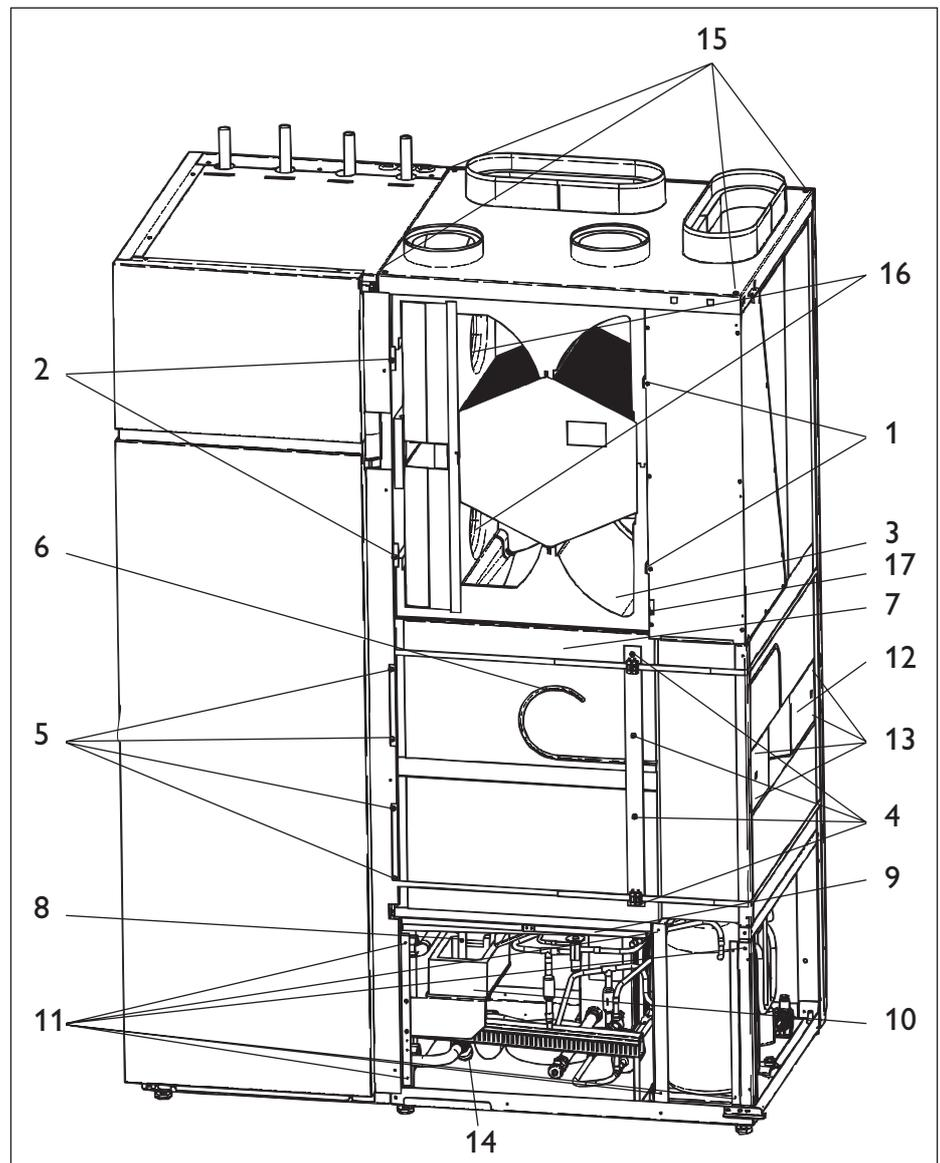

Abb. 18
Schneiden von Fliesen oder Sägen von Gipskartonplatten). Ist dies nicht der Fall, kann die Lüftung den Trocknungsprozess unterstützen. Zuerst muss geprüft werden, ob die Lüfter sich frei drehen. Hierzu Filtereinschübe (Abb. 3, Pos. **6** und **9**) herausnehmen, Schrauben (Abb. 18, Pos. **1**) lösen und Frontblech abnehmen. Wenn die Lüfter sich nicht frei drehen lassen, zuerst den Blechkeil zwischen den Lüftern, danach die Lüftereinheiten herausziehen und die Lüfter in die Aufhängung einsetzen. Danach die Lüfterstufe für den Normalbetrieb (P 07) auf „2“ stellen.
2.11.2 Reinigung (Abb. 18)
2.12.1 Fortluftlüfter schleift (Abb. 18)
2.12.2 Zu geringer Durchfluss im Heizungskreis, häufige HD-Störung (Abb. 18)
2.12.3 Abtauwanne reinigen (Abb. 18)